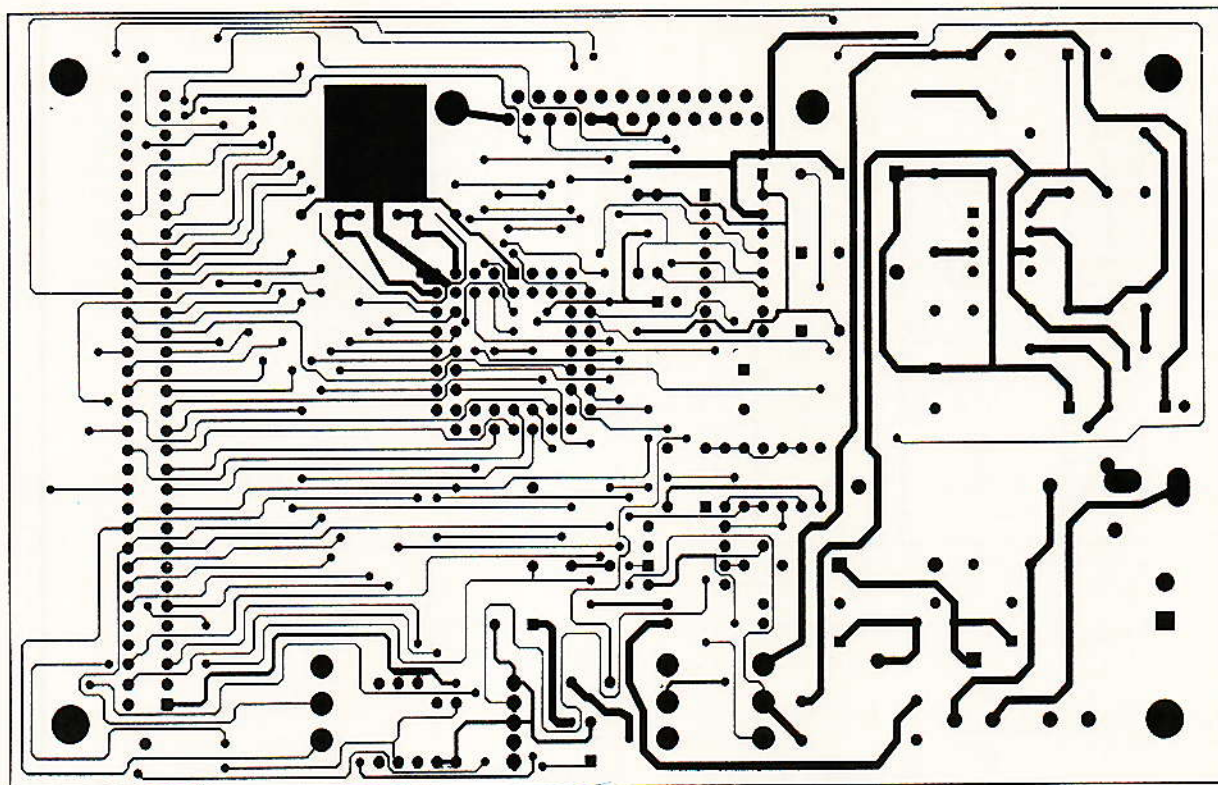
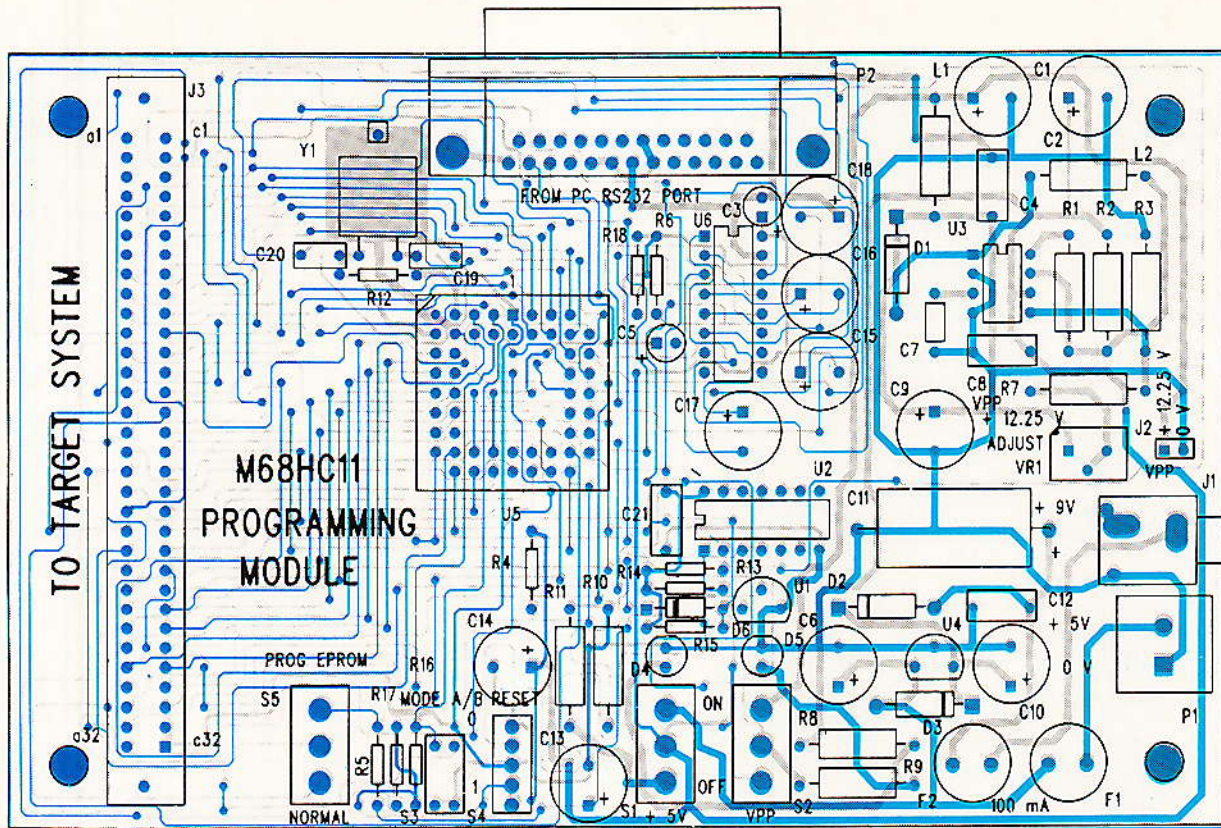

Figure 6
Figure 8
- Les circuits imprimés sont donnés aux figures 6 et 7 et l'implantation, figure 8.